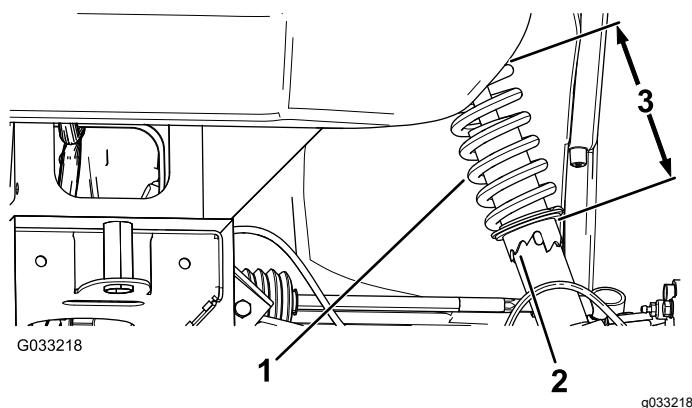

Рисунок 47
- Если развал не отрегулирован, используйте ключ, чтобы повернуть кольцо на амортизаторе для выравнивания колеса (Рисунок 47).